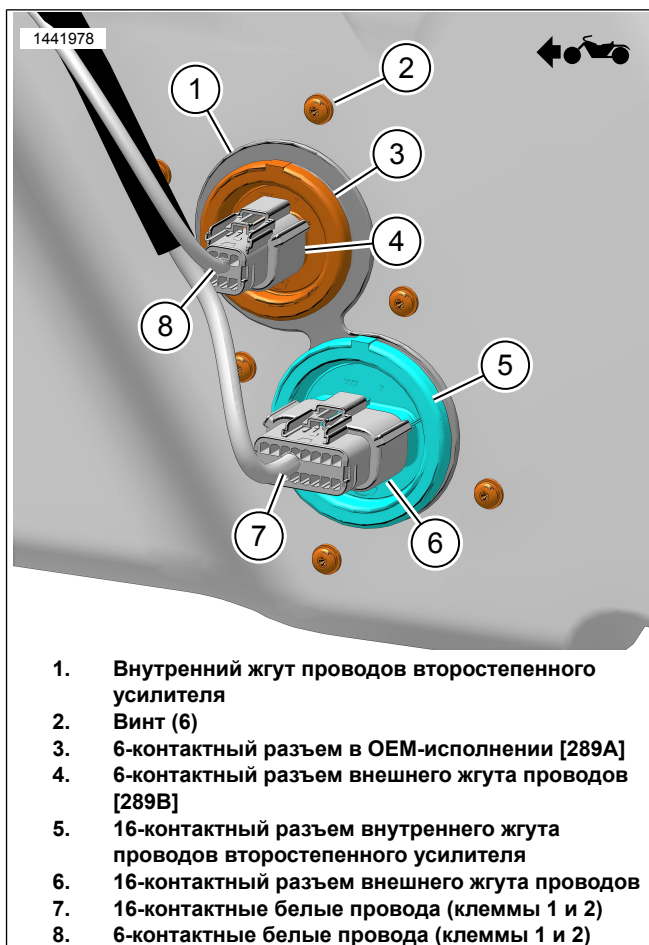

Рисунок 8. Белые провода внешнего жгута проводов (за пределами кофра)
1. Рисунок 8 Используйте специальный инструмент для удаления клемм из разъемов.
- a. Вставьте белый/розовый провод (8) из оригинального 6-контактного разъема [289В] (4) в клемму 1 16-контактного разъема жгута проводов второстепенного усилителя [289В_1] (7).
- b. Вставьте белый/коричневый провод (8) из оригинального 6-контактного разъема [289В] (4) в клемму 2 16-контактного разъема жгута проводов второстепенного усилителя [289В_1] (7).
3. Рисунок 8 Используйте изоляционную ленту, чтобы обернуть концы белых проводов (7), которые находились в 16-контактном разъеме (6), или полностью удалите провода из второстепенного усилителя, в том числе неиспользуемый разъем [350В].
4. При необходимости закрепите неиспользуемые белые провода (7).